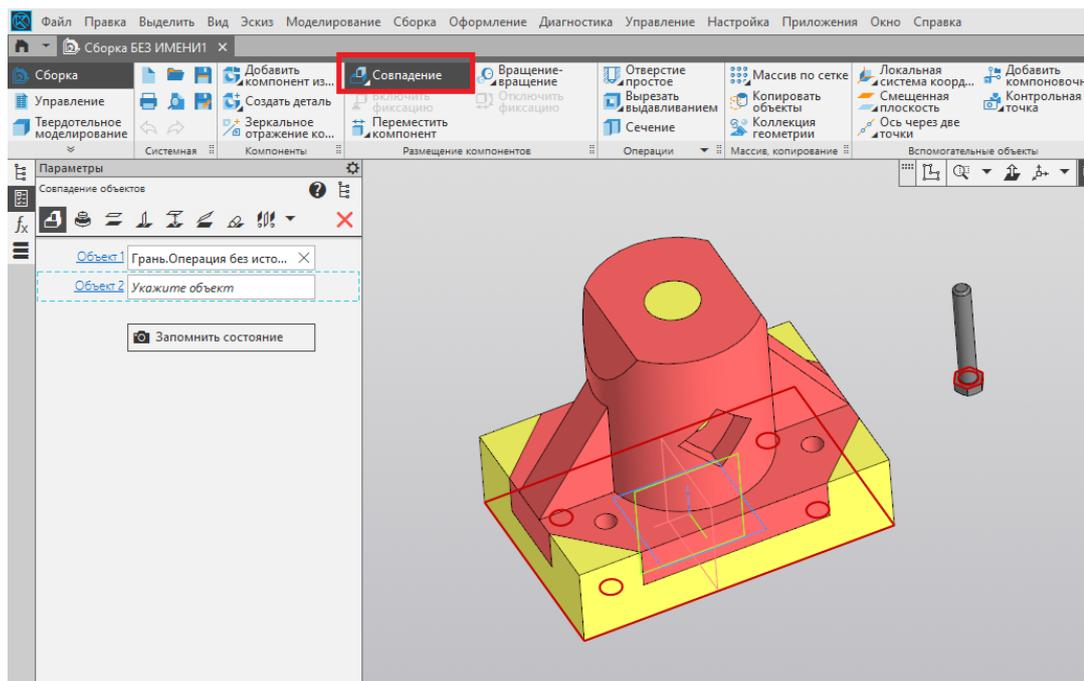

Рис. 60
12. Выбираем ограничение «Совпадение» для нижней грани основания и нижней грани головки болта. Подтверждаем команду нажатием на зелёную галочку (рис. 60).